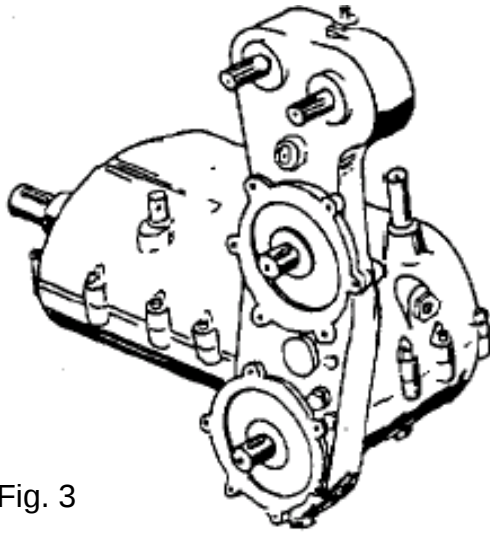

Fig. 3
- **AVANT** : Boîtier avec 3 roues droites, voir figure 3 F (arbre de transmission avec roue libre tournant à gauche)
- **ARRIERE** : Boîtier avec 3 roues droites, voir figure 3 H (arbre de transmission avec roue libre tournant à droite)